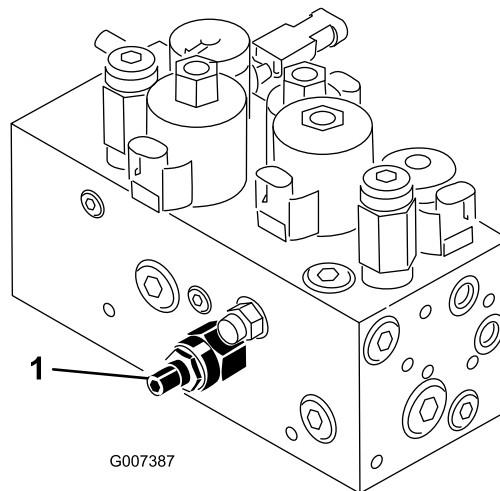

図 49
本機のカッティングユニット昇降回路にはフローコントロールバルブ 図 49 が付いています。このバルブは、工場ですべての設定がされていますが、油圧オイルの作動温度の違い、刈り込み速度の違い、使用しているアタッチメントの違いなどにより、調整が必要になる場合があります。もし調整が必要になったら、以下の手順で行ってください。
1. 運転席を上げ、センタープルフレーム用フローコントロールバルブ 図 49 を露出させる。バルブは油圧マニホールドの側面についている。